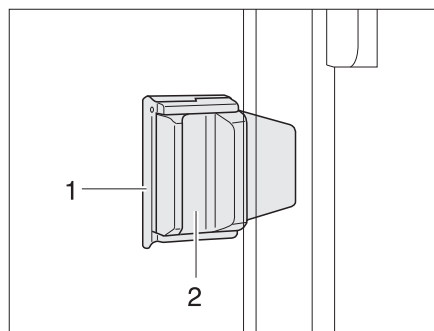

Fig. 57 Fenêtre coulissante avec verrouillage coulissant
- Retirer le verrouillage (Fig. 57,1).
- Appuyer sur la poignée (Fig. 57,2) et la pousser simultanément vers l'avant ou l'arrière.
- Tourner le bouton de verrouillage (Fig. 57,1) en position verticale.